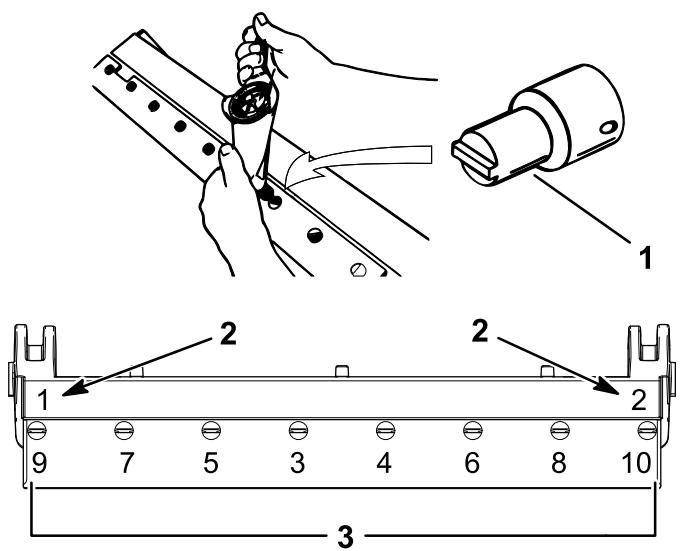

Figure 34
- A. Serrez les 2 vis à extérieures à 1 N·m ; voir Figure 34.
- B. En partant du centre de la contre-lame, serrez les vis à un couple de 23 à 28 N·m ; voir Figure 34.